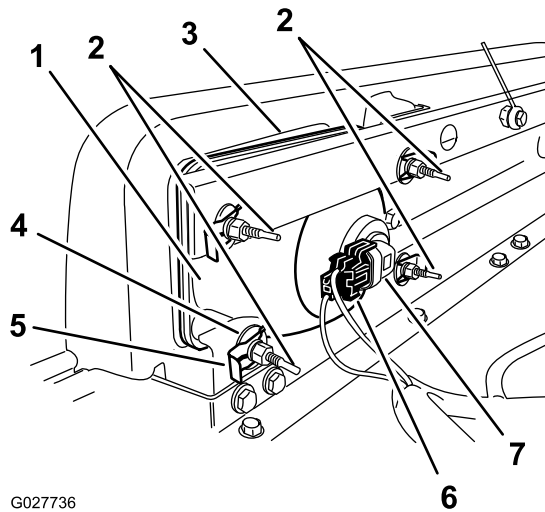

Figure 50
3. Débranchez le connecteur électrique du faisceau du connecteur du phare (Figure 50).
4. Déposez les clips rapides et les rondelles qui fixent le phare à son support (Figure 50).
5. Sortez le phare en le déplaçant vers l'avant à travers l'ouverture dans le pare-chocs avant (Figure 50).
6. Montez le phare neuf par l'ouverture dans le pare-chocs (Figure 50).
8. Branchez le connecteur électrique de faisceau au connecteur du phare (Figure 50).
2. Au dos du phare, tournez les vis de réglage (Figure 50) pour orienter le phare et aligner la position de son faisceau.